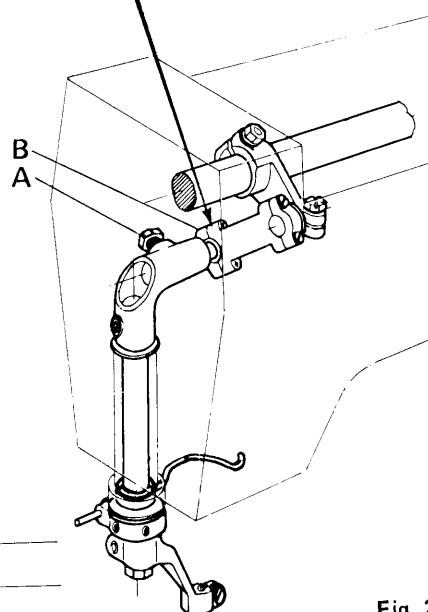

Fig. 21
1. (quota 'e'). Diminuendo la quota 'h', riportata in fig. 21, si ottiene l'aumento
Per modificare la quota 'h' allentare la vite A (fig. 21) e spostare la testa di
1. (distance "e") By reducing distance "h", shown in fig.21, the looper stroke is
slacken screw A (fig. 21) and shift big end of connecting rod B.